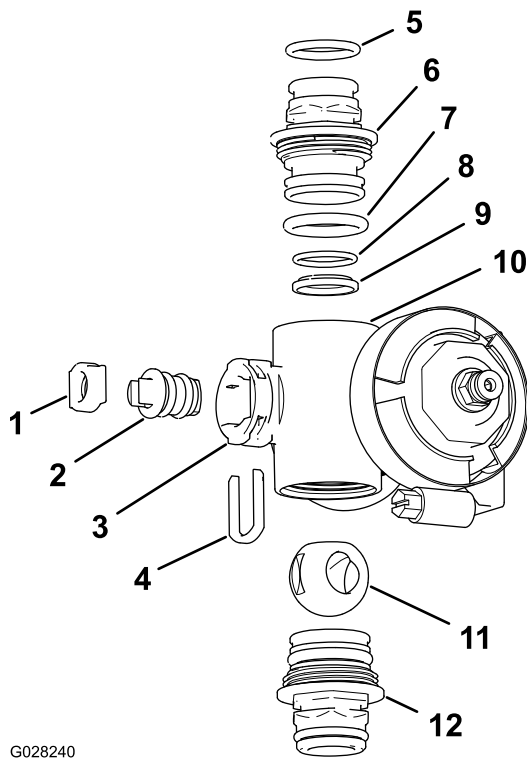

**Figure 107**
1. Positionnez la tige de la valve pour la placer en position fermée (partie B de la Figure 107).
3. Tournez la tige de la valve pour placer la bille à la position ouverte (A à la Figure 107).
7. Tournez la tige de la vanne de sorte à fermer la vanne (B sur la Figure 107).